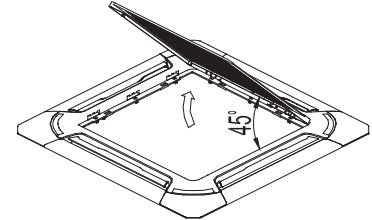

Fig.23
2. Soulevez la grille jusqu'à former un angle d'environ 45°, puis retirez-la. (fig.23)